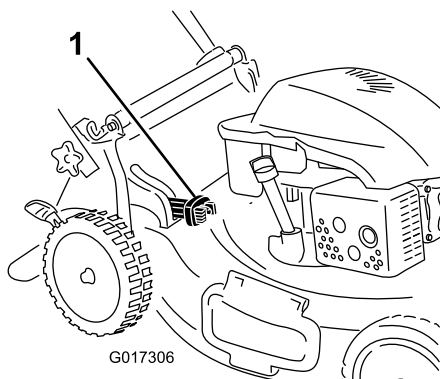

Figure 22
- Pour ramasser les déchets d'herbe et de feuilles, appuyez sur le bouton du levier de ramassage sur demande et déplacez le levier complètement en avant jusqu'à ce que le bouton ressorte (Figure 22)